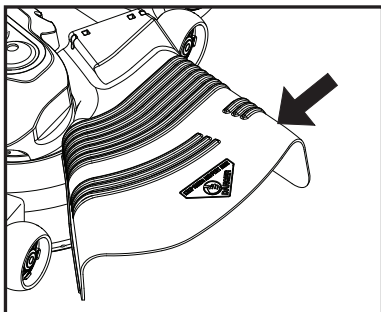

Fig. 11
**ATTENTION: N'utilisez pas la tondeuse sans le déflecteur ou sans le ramasse-herbe s'il y a lieu (Voir La Fig. 11).**